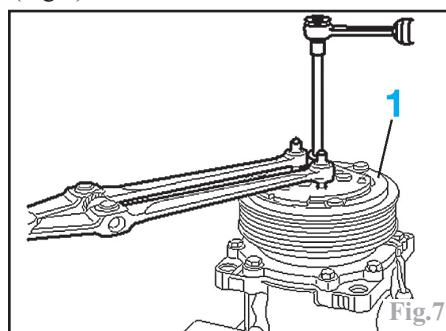

Fig.7
Déposer le plateau (1) d'entraînement (Fig.7).